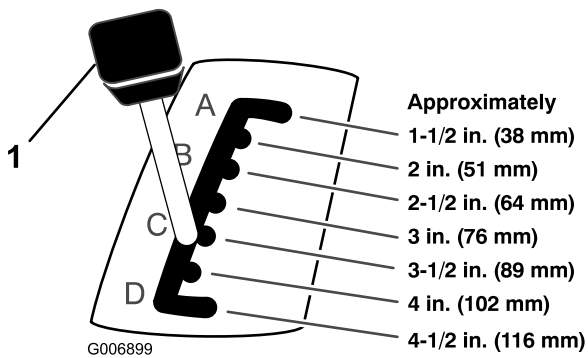

Bild 7
5. Ziehen Sie den Schnitthöhenhebel am Traktor nach oben in die gewünschte Stellung (Bild 7).